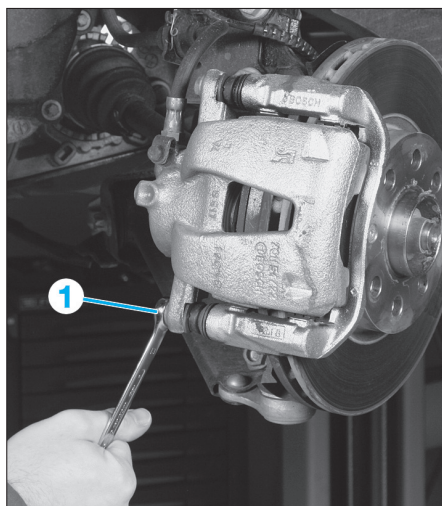

Fig. 1
- Déposer la vis inférieure (1) de l'étrier (Fig.1).